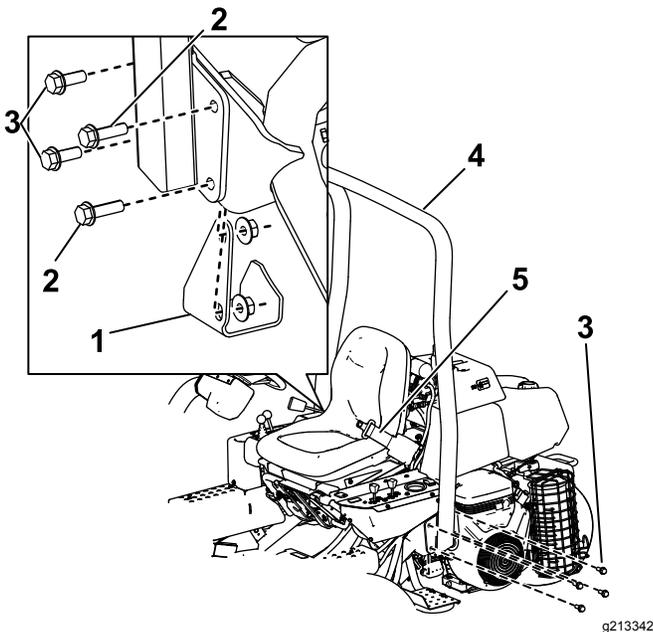

Figura 6
2. Baixe a barra de segurança (Figura 6) para os suportes de montagem, alinhando os furos de montagem.
3. Prenda o lado esquerdo da barra de segurança ao suporte de montagem com quatro parafusos ($\frac{1}{2}$ " x $1\frac{1}{2}$ ") e porcas de bloqueio Figura 6.
suporte de montagem com dois parafusos ($\frac{1}{2}$ " x $1\frac{1}{2}$ "), dois parafusos ($\frac{1}{2}$ " x $1\frac{3}{4}$ ") e porcas de bloqueio como se mostra na Figura 6.